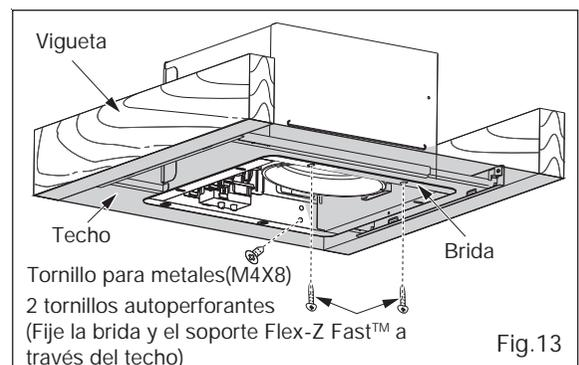

Fig.13
4. Instale el cuerpo del extractor en el soporte Flex-Z Fast™ utilizando 2 tornillos autoperforantes, inserte el conector de enchufe en el receptáculo e instale el cuerpo del extractor en el adaptador utilizando el tornillo para metales (M4X8).(Fig.13)